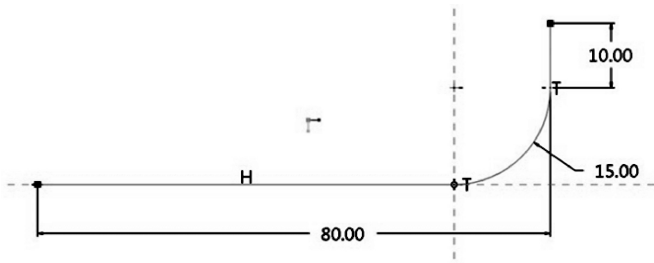

图 4-150 扫描轨迹线
(1) 创建零件文件;
(2) 单击【模型】→【形状】模块的扫描混合工具,弹出扫描混合操控面板。在操控面板右侧单击→,选择其中一基准面,绘制如图 4-150 所示的曲线,单击完成基准曲线的绘制;